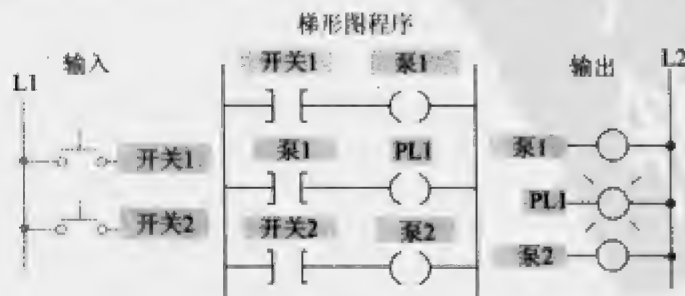

图 13-19
13. 如图 13-19 所示的梯形图程序, 通过增加指令对程序进行更改, 使得当泵 1 运行期间, 泵 2 不能运行, 并且当这一状态发生时, 程序中止运行, 把中止 ID 号 6549 送到 S2;7。